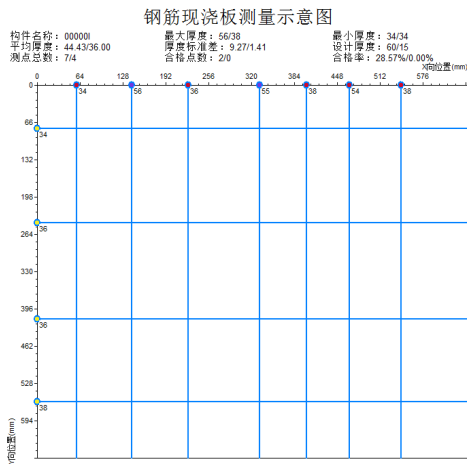

图4.14
(3) 网格测试：当用户查看网格测试构件时，会显示如图4.14所示的界面。